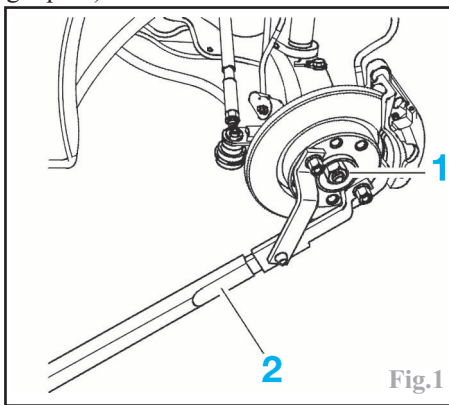

Fig.1
Procéder à la vidange de la boîte de vitesses. Déposer la goupille et la cage d'immobilisation de l'écrou de transmission (montage avec goupille) ou défreiner l'écrou de transmission (1) (Fig.1) (montage sans goupille).